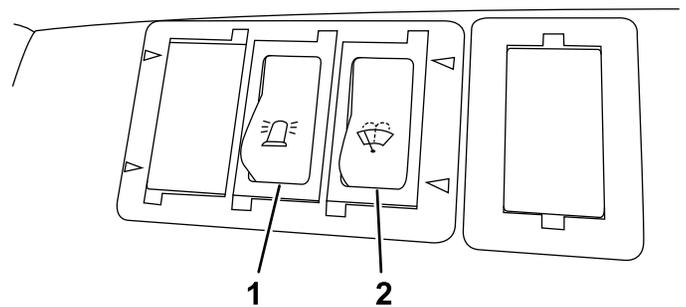

Bild 6
Der Schalter für den Scheibenwischer bzw. die Scheibenwaschanlage (Bild 6) befindet sich an der linken Seite in der Dachverkleidung.
Drücken Sie unten auf den Rundumleuchtschalter (Bild 6), um die blinkende Rundumleuchte einzuschalten. Drücken Sie oben auf den Schalter, um die blinkende Rundumleuchte auszuschalten.
1. Drücken Sie unten auf den Schalter, um die Scheibenwischer einzuschalten (Bild 6).